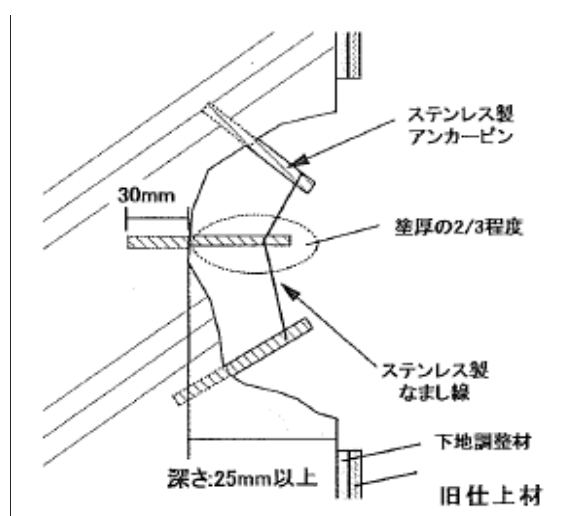

図 2 はく落防止措置の概要
*** 塗り面積が 0.3 m²を超え、かつ、塗厚が 25 mmを超える場合には、はく落防止措置としてステンレス製アンカーピン（φ 約 6 mm）を下地に対して深さを 30 mm程度、また、総塗厚の 2/3 程度となるように打ち込む（図 2 参照）。ピンの設置間隔は平面で 300～500 mm、鼻先等の役物で 100～150 mmを目安とし、千鳥状に設置する。ステンレス製なまし線を縦横方向でピンに結線する。**